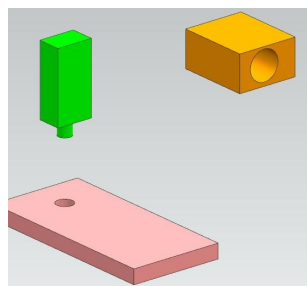
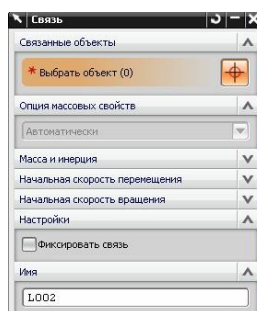

Рис.80
рис.84
• Рассмотрим пример *Prim_Fiksac* (рис.80).
- В том же примере рис.80, на этапе указания – из каких деталей состоит ваш механизм (рис.84), можно: